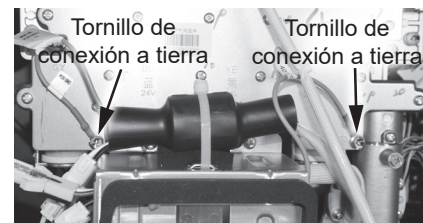

Figura 82 - Retiro de los cables de conexión a tierra verdes
- 6 Ubique los cables de conexión a tierra verdes conectados a la cubierta del múltiple de gas. Retire los dos tornillos que fijan los cables de conexión a tierra verdes y déjelos a un lado en un lugar seguro para volver a instalarlos. Consulte la Figura 82.